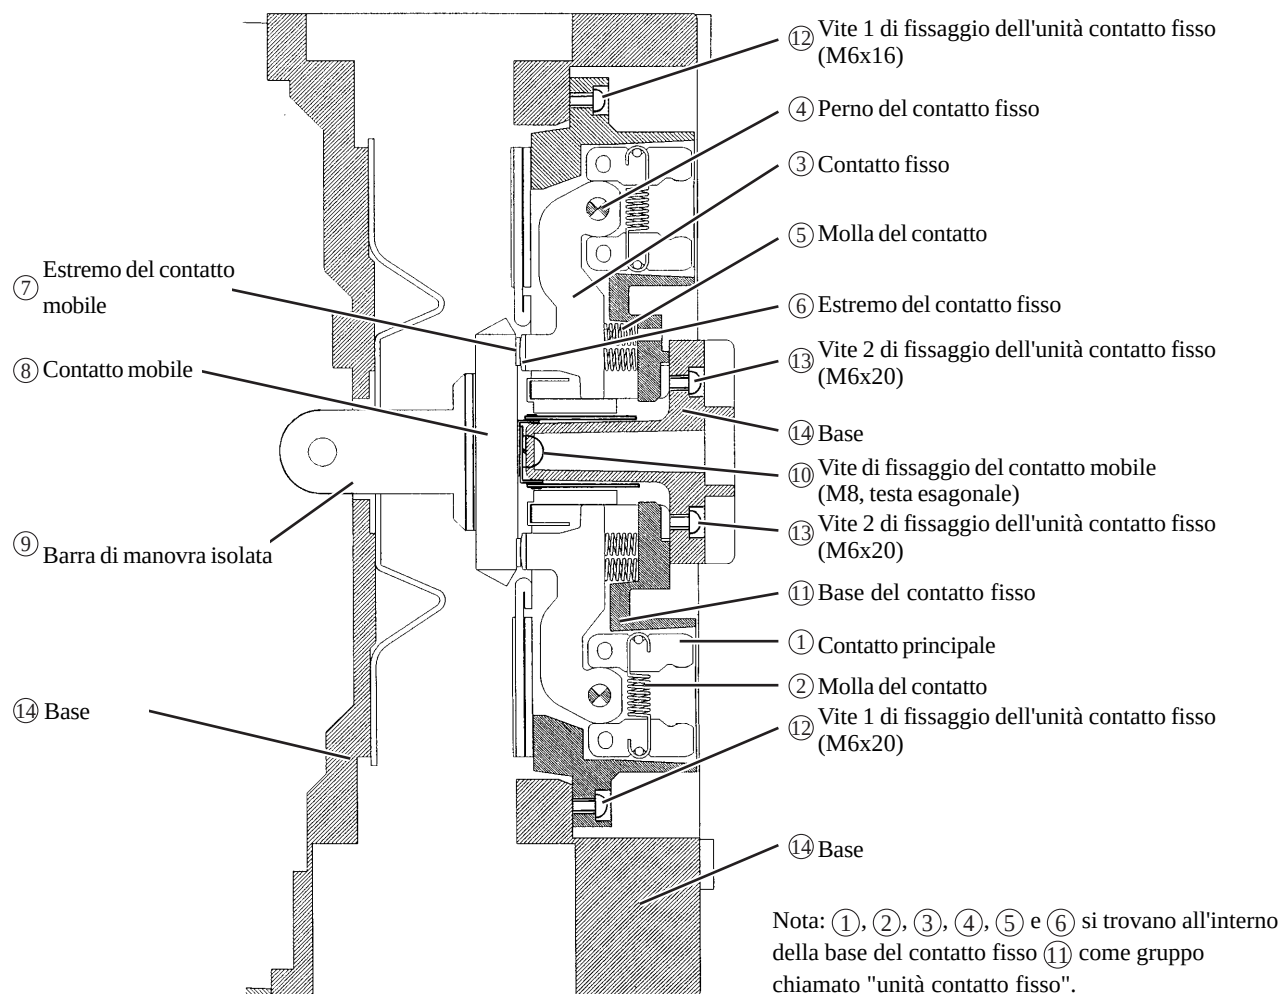

Fig. 17 Vista laterale dell'assieme del contatto
Condizioni di fissaggio	● Controllare se la vite di fissaggio del contatto mobile (M8) (Fig. 17, ⑩) è allentata e serrarla di nuovo alla coppia di serraggio specificata se necessario. Per la coppia di serraggio, vedere Sezione 2.2 Sostituzione. ● Controllare se le viti 1 e 2 di fissaggio del contatto fisso (M6) (Fig. 17, ⑫ e ⑬) sono allentate e serrarle di nuovo alla coppia di serraggio specificata se necessario. Per la coppia di serraggio, vedere Sezione 2.2 Sostituzione. ● Controllare per ogni coppia di contatti che, nella posizione di chiuso, l'allineamento sia adeguato.
1) Rimuovere l'unità contatto fisso (Fig. 17 e 18)